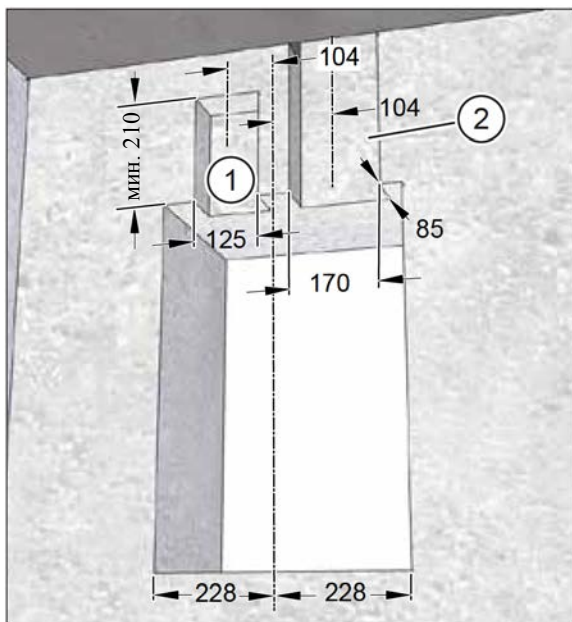
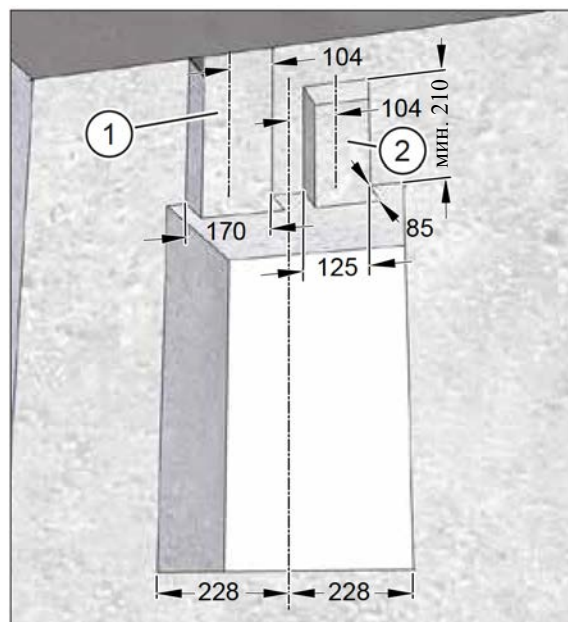

Рис. 14: штробы в стене для соединительных элементов плоского канала и гибкой трубы, размеры в мм
Рис. 15: штробы в стене для соединительных элементов гибкой трубы и плоского канала, размеры в мм
- Рис. 14: **Вытяжной воздух** (поз. 1) соединительный элемент плоского канала, **приточной воздух** (поз. 2) соединительный элемент гибкой трубы
- Рис. 15: **Вытяжной воздух** (поз. 1) соединительный элемент гибкой трубы, **приточной воздух** (поз. 2) соединительный элемент плоского канала
- ▶ Используя штроборез сделайте одну штробу для гибкой трубы шириной 170 мм и глубиной 85 мм вплоть до потолочного выпускного отверстия гибкой трубы (см. рис. 14 и рис. 15 на стр. 21).